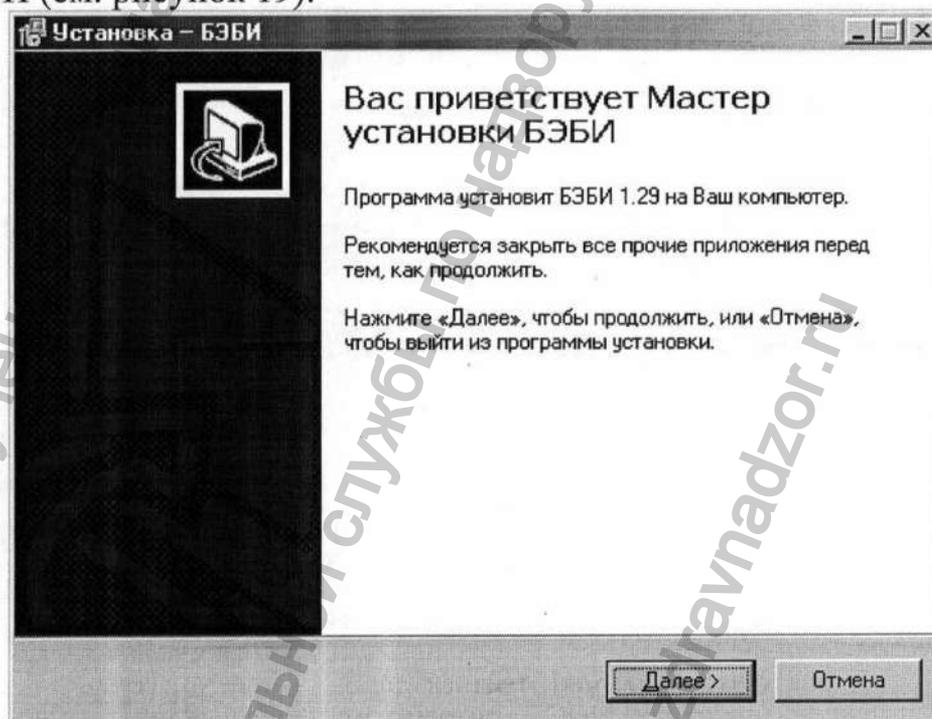

Рисунок 19
9) Для того чтобы начать установку программы нажать кнопку "Установить программы АДМП-02". После чего на экране компьютера появится окно Мастера установки БЭБИ (см. рисунок 19):